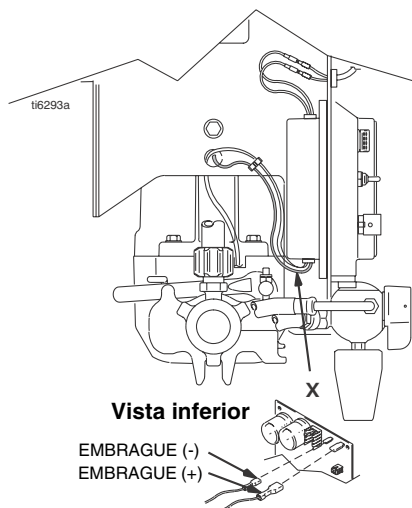
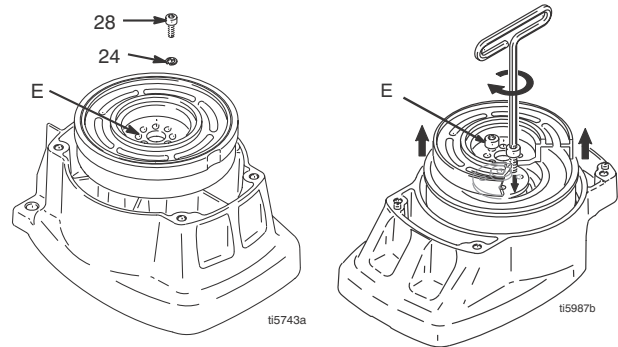

FIG. 4
FIG. 6
1. Si no se desmonta el alojamiento del piñón (29) del alojamiento del embrague (19), realice los pasos de 2. al 5. De lo contrario, realice el paso 2 y después comience en el 6.
3. FIG. 4. Desconecte los conectores del cable del embrague.
- a. Saque los dos tornillos (71) y baje la tapa (130a).
- b. Retire el dispositivo de alivio de tensión (171).
- c. Desconecte los conectores del cable del embrague (X).
5. FIG. 6. Coloque el alojamiento del piñón (29) en el banco, con el lado del rotor hacia arriba.
6. Retire los cuatro tornillos (28) y las arandelas de seguridad (24). Coloque dos tornillos en los orificios roscados (E) del rotor. Apriete, alternativamente, los tornillos hasta que salga el rotor.
12. FIG. 6. Coloque el alojamiento del piñón en el banco, con el lado del rotor hacia arriba.
13. Aplique locktite a los tornillos. Instale los cuatro tornillos (28) y las arandelas de seguridad (24). Apriete, alternativamente, los tornillos a un par de 125 in-lb hasta que el rotor esté firmemente colocado.
14. Empuje el conjunto del alojamiento del piñón (29) para introducirlo en el alojamiento del embrague (19e). Golpee ligeramente la parte delantera del alojamiento del cojinete (40) con una maza de plástico para introducir el conjunto de los alojamientos de impulsión y del piñón en el alojamiento del embrague.
15. Instale el alojamiento del piñón con los cinco tornillos (36) y las arandelas de seguridad (37).
16. FIG. 4. Conecte los conectores del cable del embrague (X) a la tarjeta.